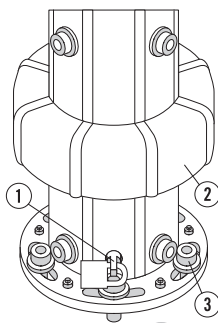

Fig. 10
- Oter la goupille (1) et soulever le capot (2) (Fig. 10).
- Tenir le parasol à la verticale et en même temps ôter les vis d'ancrage (3).